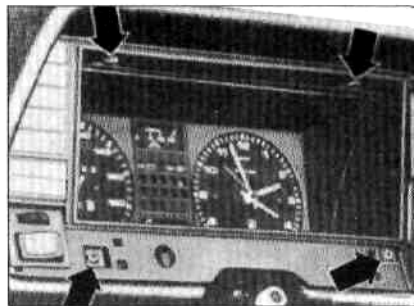

Рис. 10.28 Положение крепежных винтов вставки отделки приборной панели (отмечены стрелками) (Глава 19)
- 4 Отверните и удалите четыре винта, крепящие отделку вставки приборной панели и снимите отделку (Рис. 10.28).